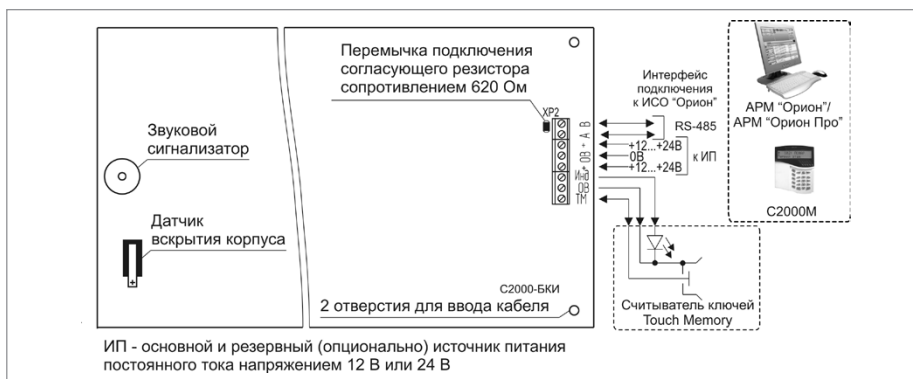

Рисунок 2. Схема внешних соединений блока «С2000-БКИ»
2. Подключение соединительных линий выполняйте в соответствии с проектной документацией и схемой на Рисунок 2.